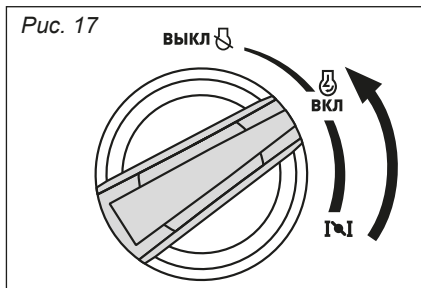

Рис. 17
5. После запуска двигателя переведите переключатель в положение  «ВКЛ» (рис. 17).